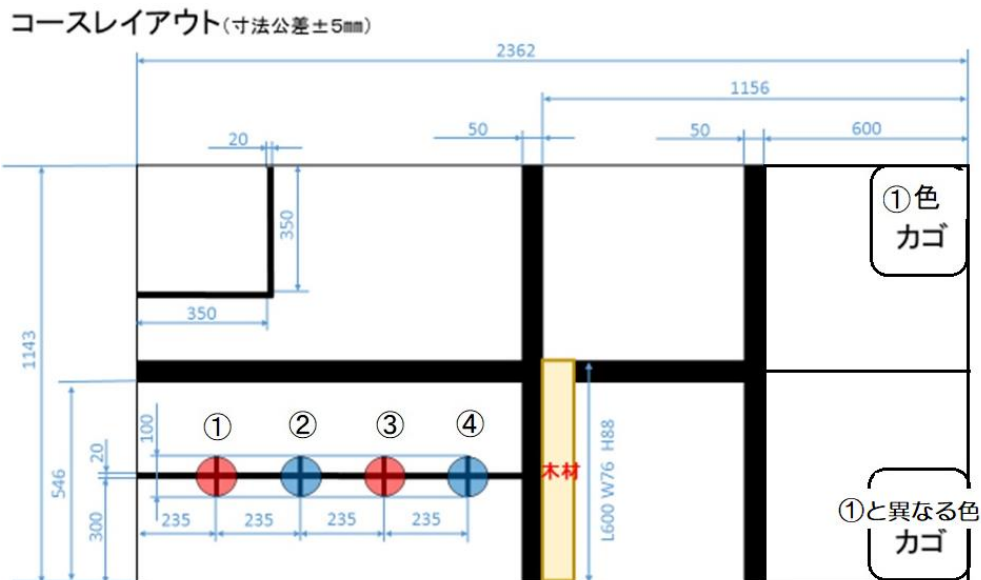

図1 コースレイアウト
シュートエリアは2箇所あり、図1の右端のカゴ①・カゴ②に抽選で決める色のボールを入れる。
***2019年との変更点:** 赤青それぞれ3個、計6個から抽選で4個を、コース壁から木製障害物に向かい1個ずつ抽選順にボールを置く。図1に示すように、最初に抽出したボール①の色のボールは①のカゴに運び入れ、それと異なる色のボールは②のカゴに入れる。